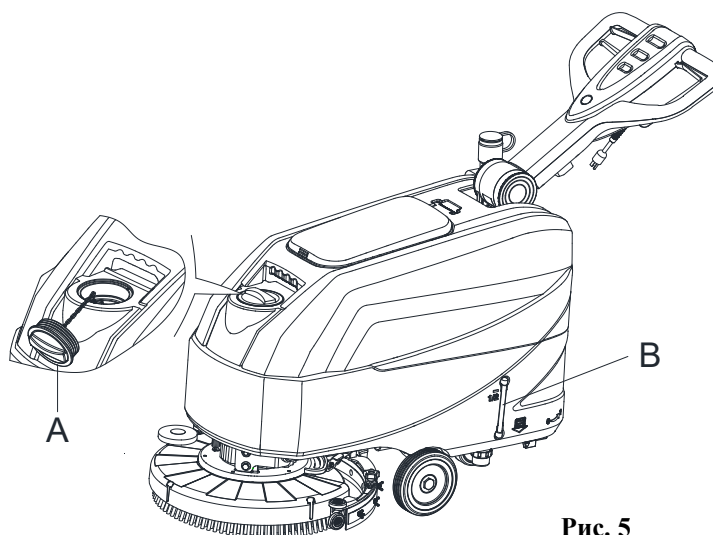

Рис. 5
1. Откройте крышку заливного отверстия для воды (А, Рис. 5).
3. Не переполняйте бак, следите за индикатором уровня воды (В, Рис. 5).